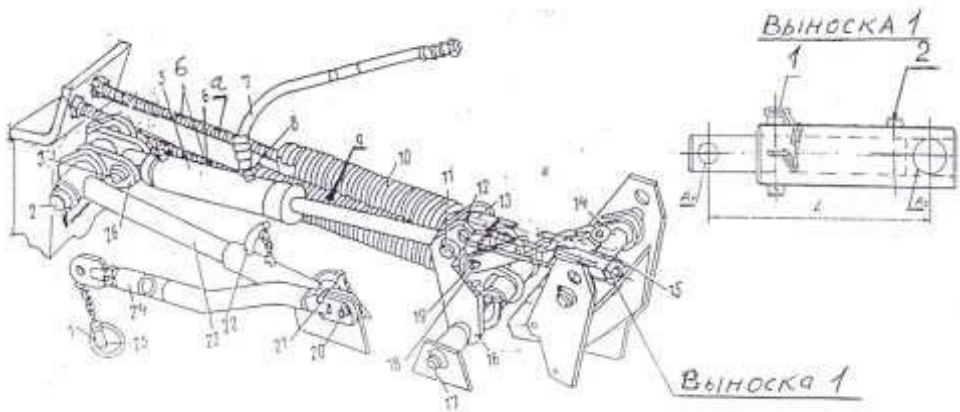

Рис. 10 Механизм уравнивания и гидрооборудования
5.3.4.Регулирование механизма уравнивания режущего аппарата (рис.10).
5.3.6. Регулирование транспортной тяги (рис.10).
- 6.5.** Штырь 22 (рис.10) телескопического стопорного устройства должен быть вынут из отверстия.
- 6.11.** Только для КРН-2.6 с защитным кожухом. При работе на участках с уклоном необходимо ослабить натяжение пружин 9 с помощью шпилекб (рис.10), вынуть штырь из отверстия 2 (положение для работы на ровных участках (рис.10 выноска 1)). После окончания работ зафиксировать штырь в отверстие 2 и подтянуть пружины 9